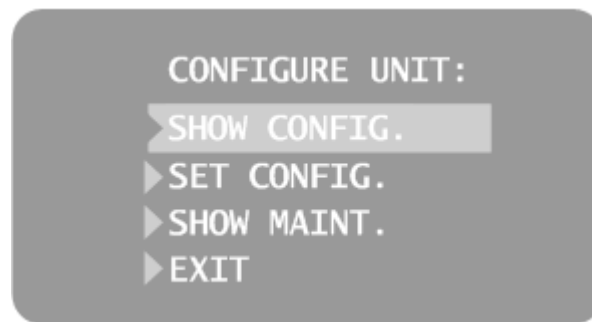
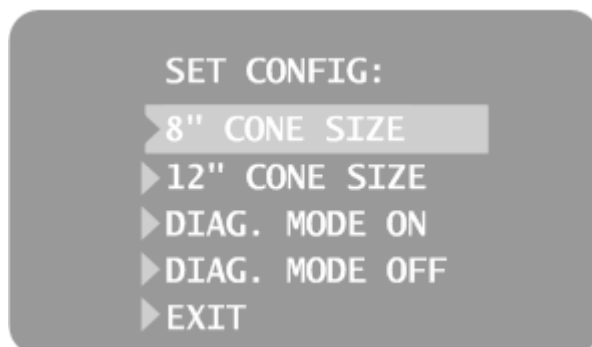

Figura 6 Menú de configuración
Figura 7
1. En el menú principal de configuración del sistema, que se muestra en Figura 3, seleccione 'CONFIGURACIÓN DE LA UNIDAD' ('CONFIGURE UNIT'). Verá el menú de configuración que se muestra en Figura 6.
Al seleccionar 'AJUSTE DE LA CONFIGURACIÓN' ('SET CONFIG.') en el menú de configuración, que se muestra en Figura 6, se visualiza el menú 'AJUSTE DE LA CONFIGURACIÓN' ('SET CONFIG.'), Figura 7, con opciones para cambiar el tamaño del cono. El Sistema de rayos X dental Preva está ajustado en fábrica para su utilización con el cono estándar suministrado de 20 cm (8 pulgadas). Se ofrece también el cono de 30 cm (12 pulgadas) (30-A2033). La utilización del cono más largo requiere tiempos de exposición mayores, que el Preva selecciona de modo automático cuando usted cambia el 'TAMAÑO DEL CONO' ('CONE SIZE') en el menú 'AJUSTE DE LA CONFIGURACIÓN' ('SET CONFIG.').
2. Seleccione 'AJUSTE DE LA CONFIGURACIÓN' ('SET CONFIG.') Verá el menú 'AJUSTE DE LA CONFIGURACIÓN' ('SET CONFIG.'), que se muestra en Figura 7.